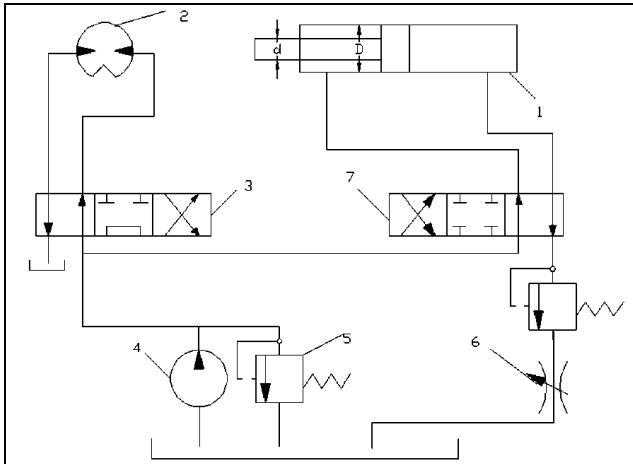

Рисунок 15
15. В объемном гидроприводе (рис. 15) используется гидроцилиндр 1 диаметром  $D = 160$  мм и поворотный гидродвигатель 2 двухкратного действия с пластинами прямоугольной формы шириной  $b = 100$  мм и диаметрами рабочей камеры: наружным  $D = 160$  мм и внутренним  $d = 80$  мм. Уплотнение поршня в гидроцилиндре манжетное. Определить, какую подачу создает насос 4 когда поршень гидроцилиндра 1 перемещается влево со скоростью  $v = 4$  м/с, выходной вал гидродвигателя 2 вращается с угловой скоростью  $\omega_{угл} = 0,5$  рад/с. Объемный КПД гидромотора  $\eta_{об} = 0,94$ . Утечками масла в гидроаппаратуре пренебречь.